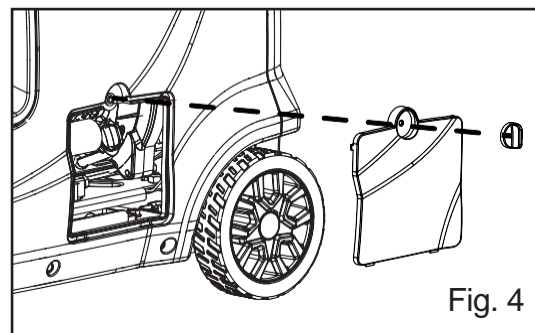

Fig. 4
2. Skru løs oljetilgangsdekselet og fjern dekkelet fra sidepanelet (fig. 4). Skru løs oljepeilepinnen fra motoren.